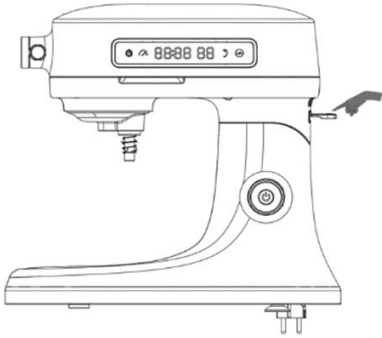

Figura 1
1. Coloque la máquina empaquetada sobre la mesa, sujete el cabezal con la mano izquierda y, a continuación, pulse el botón de subida del cabezal hacia abajo con la mano derecha (figura 1), el cabezal se levantará automáticamente, la mano izquierda sujeta suavemente el cabezal hacia arriba hasta que haga clic, la máquina estará completamente abierta y bloqueada (figura 2).